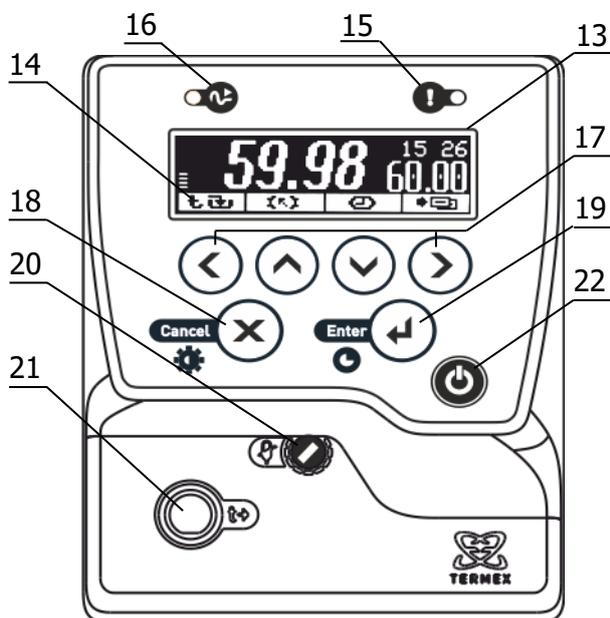

Рисунок 2 – Лицевая панель
Система безопасности блока регулирования отключает двигатель насоса и нагреватель при срабатывании хотя бы одной из защит или неисправности датчика температуры (1.2.14). При срабатывании системы безопасности раздается звуковой сигнал, загорается индикатор 15 (рисунок 2) и на дисплей 13 выводится информация о причине неисправности.
2.3.1 После подключения сетевого кабеля к электрической сети блок регулирования переходит в режим ожидания. Подключение сопровождается кратковременной подсветкой дисплея 13 (рисунок 2).
2.3.6 Для регулировки яркости подсветки или контраста дисплея нажать кнопку 18 (X), выбрать изменяемый параметр кнопками (▲) и (▼) и установить его значение кнопками (◀) и (▶). Зафиксировать изменение нажатием кнопки 19 (↩) (рисунок 2).
2.7.6 Для выбора уставки в качестве текущей кнопками (▲) и (▼) подвести к ней указатель. Значение отмеченной указателем уставки дублируется крупными цифрами в правой части дисплея. Для подтверждения выбора отмеченной уставки нажать кнопку 19 (◀). Для отмены выбора нажать кнопку 18 (✕) (рисунок 2).
2.7.7 Для изменения численного значения отмеченной указателем уставки нажать кнопку (▶). На рамке, обрамляющей значение уставки в правой части дисплея, появятся “засечки”, указывающие на изменяемую позицию в численном значении. Цифра в отмеченной позиции мигает. Нажатиями кнопок (▲) и (▼) установить требуемую цифру в отмеченной позиции. Если удерживать кнопку нажатой, значение уставки будет изменяться непрерывно. Нажатиями кнопок (◀) и (▶) переместить отметку изменяемой позиции. Дискретность изменения значения уставки зависит от положения изменяемой позиции: если отмечена позиция десятков, то при единичном нажатии кнопки (▲) или (▼) значение уставки изменится на 10 °С. Если отмечена позиция десятых долей, то значение уставки изменится на 0.1 °С соответственно. Закончить ввод нового значения уставки нажатием кнопки 19 (◀). Для возврата к значению уставки до ее изменения нажать кнопку 18 (✕) (рисунок 2).
2.8.3 При срабатывании защиты раздается звуковой сигнал и загорается красный индикатор срабатывания системы безопасности 15 (рисунок 2). Работа насоса и нагревателя будет блокирована. На дисплее отобразится текущее состояние системы защит.